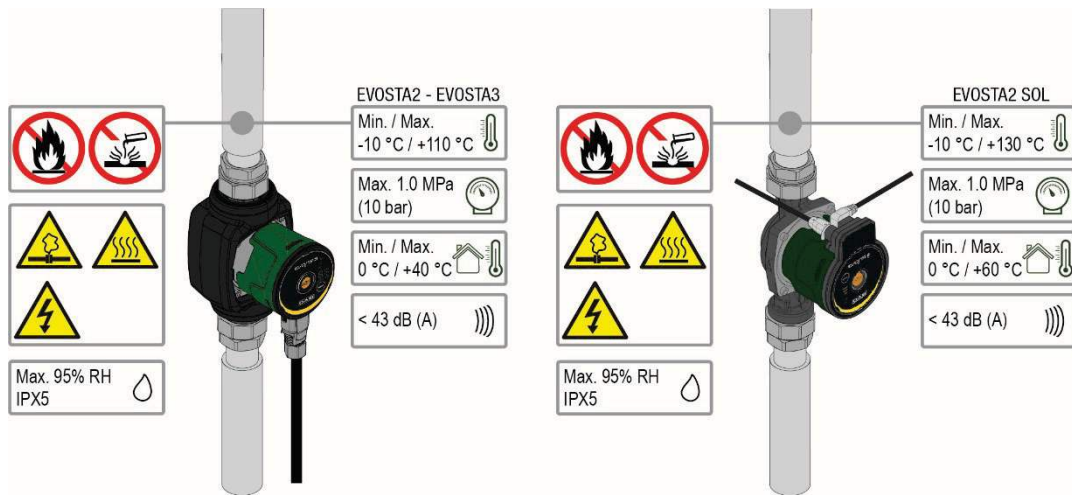

Abb. 1: Fördermedien, Warnhinweise und Betriebsbedingungen
- Die Pfeile auf dem Pumpengehäuse geben die Strömungsrichtung der Flüssigkeit durch die Pumpe an. Siehe Abb. 1, Pos. A.
1. Bringen Sie bei der Montage der Pumpe in die Rohrleitung die beiden mitgelieferten Dichtungen an. Siehe Abb. 1, Pos. B.
2. Bauen Sie die Pumpe so ein, dass sich die Motorwelle in horizontaler Position befindet. Siehe Abb. 1, Pos. C.